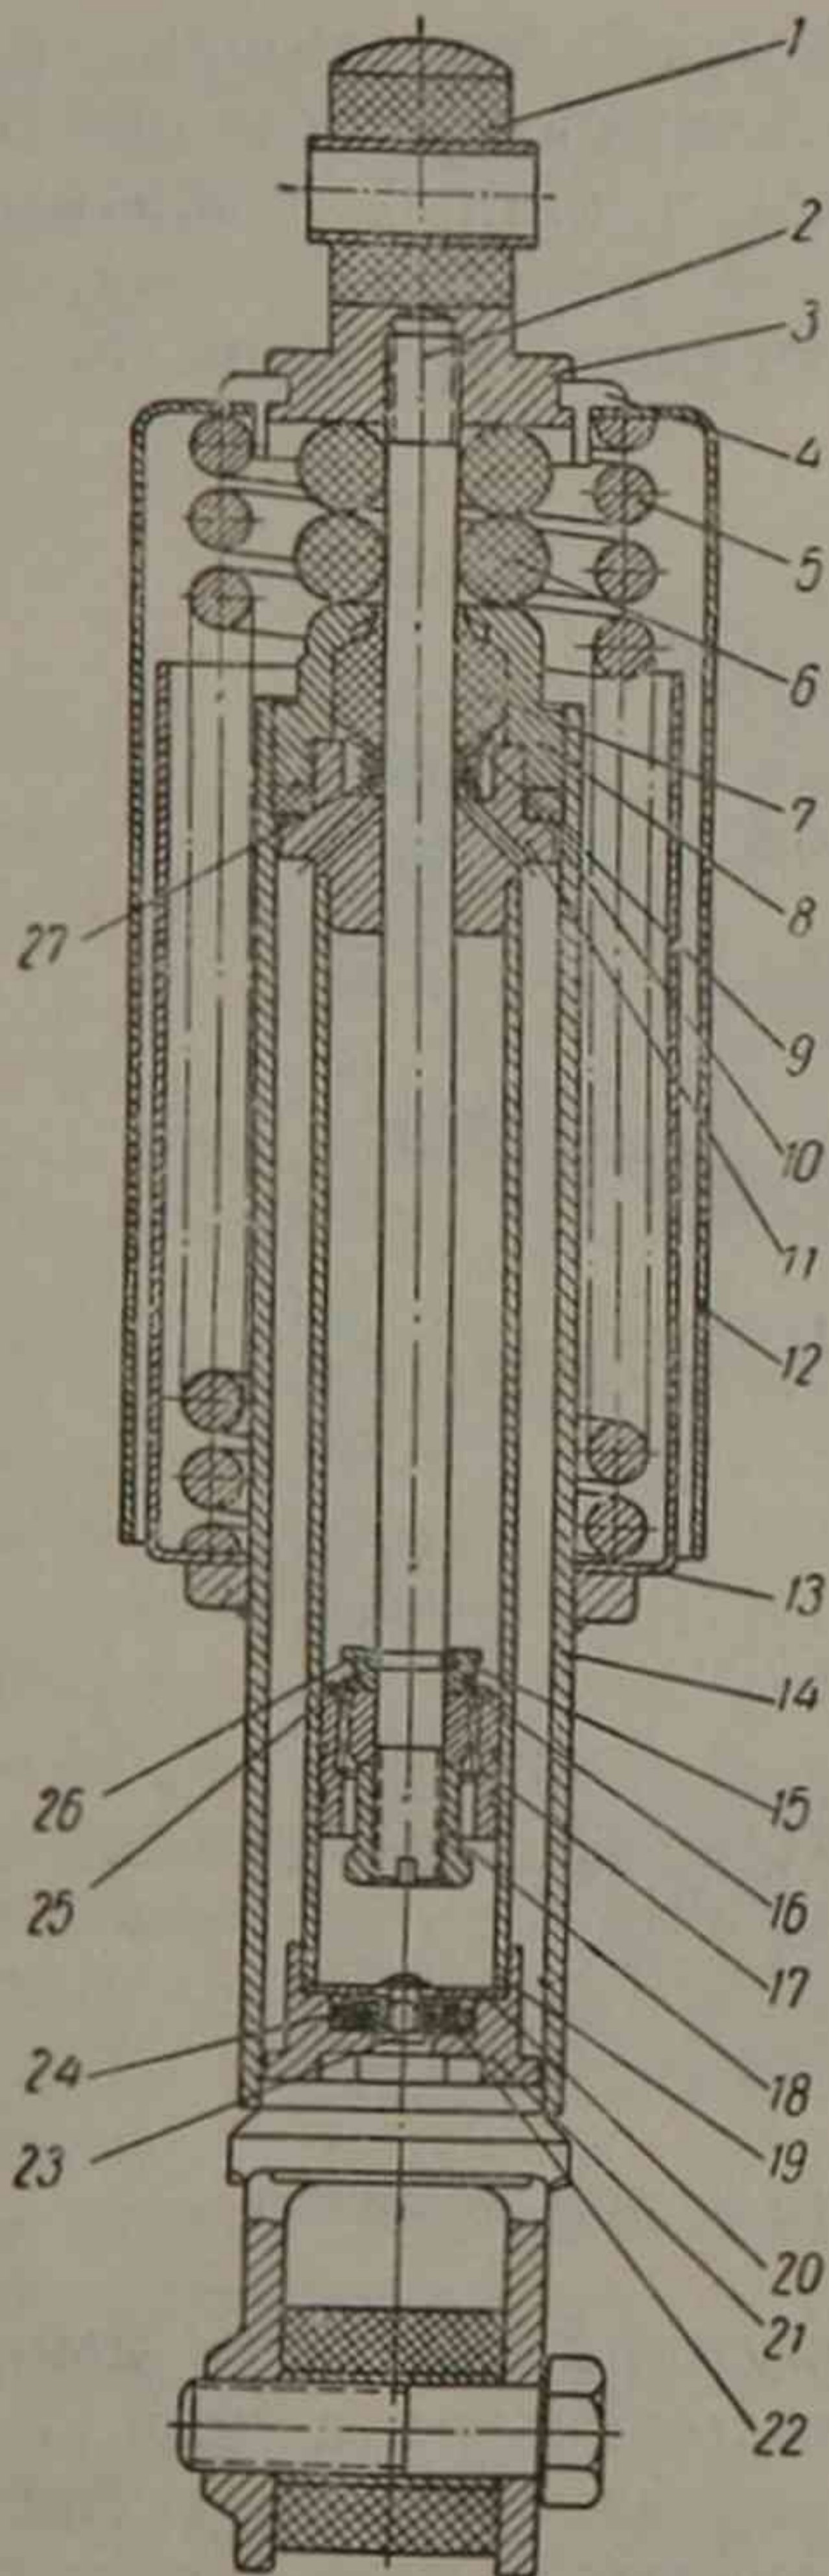

Рис. 22. Устройство амортизатора:
съемные и взаимозаменяемые узлы. Устройство амортизаторов показано на рис. 22. Полный ход амортизаторов составляет 75—87 мм (разница между свободной длиной и длиной в сжатом состоянии, когда буферы *б* сжаты приблизительно на 25%).
1) нажав на верхний кожух, опустить его на 5—10 мм и снять освободившиеся при этом сухари 4 (см. рис. 22). Если сухари в канавке наконечника ходят туго, их можно раздвинуть отверткой при отжатом кожухе. После этого верхний кожух, пружина 5 и нижний кожух легко снимаются;
1. Шток собирать в последовательности, обратной разборки («Разборка амортизаторов», п. 4). Стопорное кольцо 15 (см. рис. 22) перед посадкой упора 16 обжать по канавке штока, после чего оно должно полностью входить в выточку упора. При завинчивании гайки 18 необходимо следить за тем, чтобы клапан 26 не был зажат между поршнем и упором (если клапан был сильно зажат, то его обязательно нужно заменить, поскольку нарушена его плоскостность).